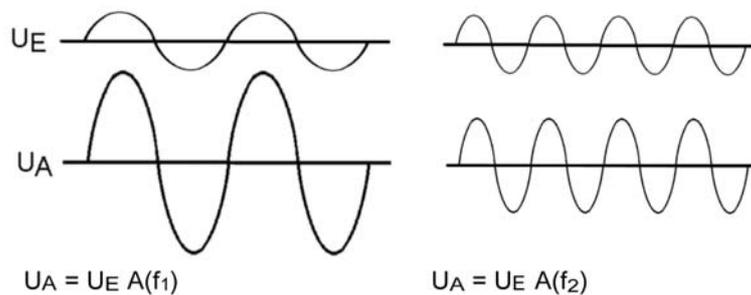

Abb. 5.28 Die Ausgangsamplitude nimmt mit wachsender Signalfrequenz ab (Amplitudengang).
- Jeder elektrische Einrichtung hat parasitäre Kapazitäten gegen das Bezugspotential (= Masse) und ist somit letzten Endes ein Tiefpaß, also bandbreitenbeschränkt. Die Verstärkung ist frequenzabhängig; sie nimmt mit wachsender Frequenz ab (Abbildung 5.28).